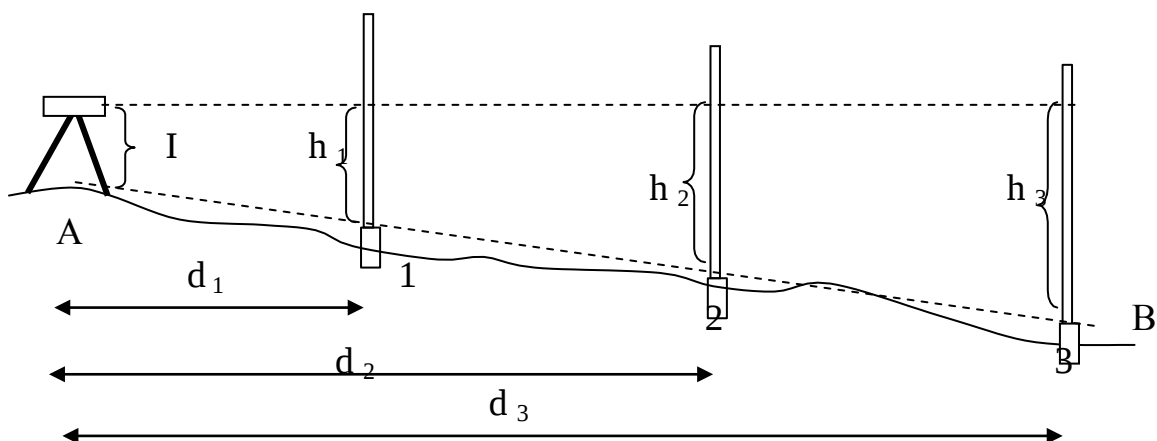

Рис. 21. Схема перенесения на местность линии заданного уклона
1) установить нивелир в рабочее положение над начальной точкой линии (рис. 21);
По трассе прокладывается нивелирный ход (рис. 21). Расстояние от нивелира до реек (плечо) при техническом нивелировании допускается до 120 м, неравенство плеч на станции не должно превышать 10 м. *Репер* (Рп) – исходная точка, высота которой известна. Точки ПК0 и ПК2, через которые происходит последовательная передача высот, являются *связующими точками*. Их отметки вычисляются через превышения. Точки ПК1, ПК3, ПК3+80 – *промежуточные точки*, их отметки вычисляют через горизонт прибора ГП. *Горизонт прибора* – это отметка визирной оси зрительной трубы. На станции точка считается *задней*, если ее отметка известна или может быть вычислена, *передняя точка* – это точка определяемая.